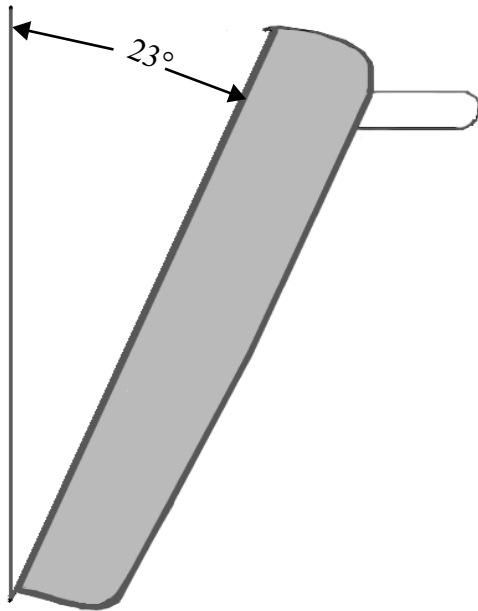

Figura 8: Ángulo aproximativo necesario para quitar la puerta.
1. Coloque la puerta en el ángulo adecuado (*Figura 8*) e inserte las bisagras en las ranuras. Las bisagras se engancharán firmemente en las ranuras si se instala adecuadamente la puerta. No fuerce o tuerza la puerta.